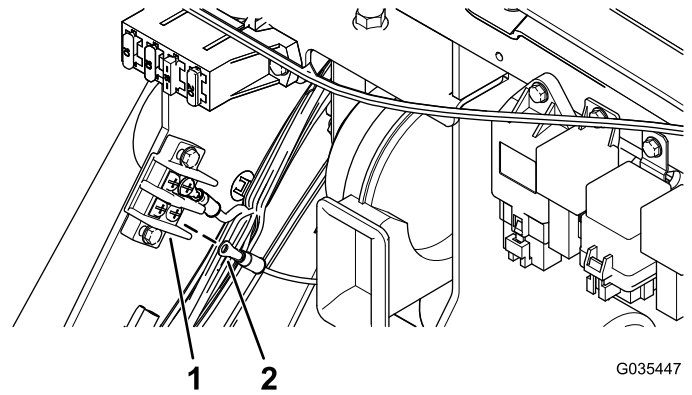
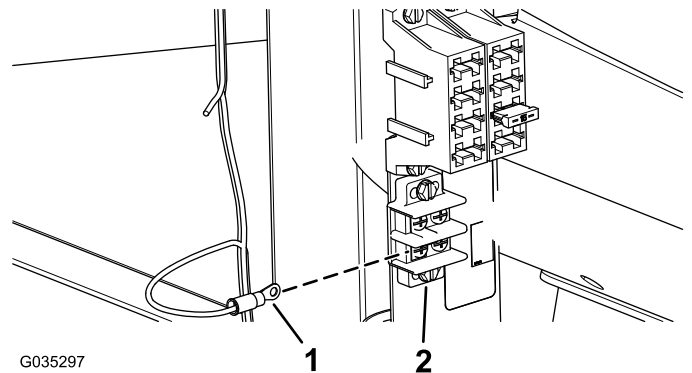

Figura 12
Figura 13
2. Conecte el anillo del terminal del arnés de cables al terminal de bloque a tierra (Figura 12 o Figura 13).